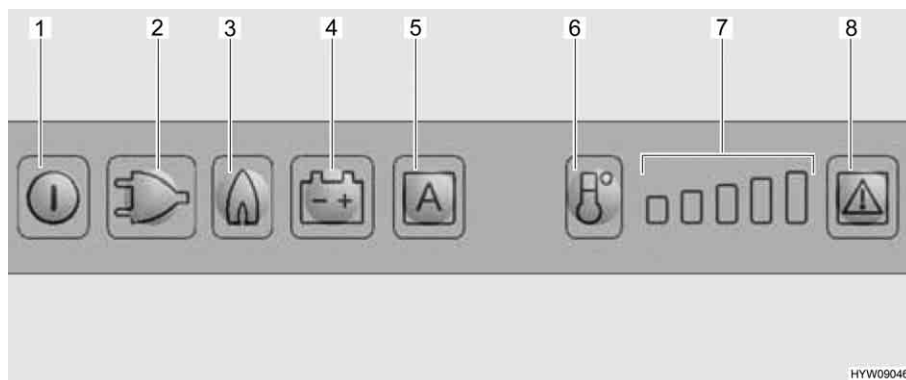

Fig. 156 Elementi di comando del frigorifero
Se è impostata la modalità di funzionamento "AES", la tensione a 230 V **non** è allacciata e il motore del veicolo è **spento**, il sistema AES seleziona il rifornimento di gas. Selezionando il funzionamento a gas, il dispositivo di sicurezza si apre automaticamente, così che il gas possa fluire al bruciatore. Contemporaneamente si inserisce l'accenditore elettronico. Se la fiamma del gas si spegne, p. es. a causa di un colpo di vento, l'accenditore viene subito azionato riaccendendo il gas. In caso di guasto del funzionamento a gas, i tasti luminosi relativi a gas (Fig. 156,3) e guasto (Fig. 156,8) lampeggiano e viene emesso un segnale acustico per 20 secondi.
Dopo l'accensione il frigorifero seleziona automaticamente la regolazione intermedia del termostato. Questa regolazione può essere modificata manualmente tramite il tasto di selezione del livello di temperatura (Fig. 156,6). Le spie di controllo (Fig. 156,7) indicano la temperatura selezionata sul termostato. Il tasto di selezione del livello di temperatura permette di regolare la temperatura di refrigerazione per tutti e tre i tipi di energia. Ci vogliono alcune ore prima che il frigorifero raggiunga la temperatura normale di esercizio. Cambiando la modalità di funzionamento la regolazione del termostato non viene modificata. La temperatura di refrigerazione è indipendente dal tipo di energia utilizzata.
- Premere il tasto On/Off (Fig. 156,1) per circa 2 secondi. Il frigorifero si accende e viene visualizzato l'ultimo tipo di energia impostato, oppure "AES".
- Impostare la temperatura di refrigerazione con il tasto di selezione del livello di temperatura (Fig. 156,6). Le spie di controllo (Fig. 156,7) indicano la temperatura selezionata sul termostato.
- Premere il tasto On/Off (Fig. 156,1) per circa 2 secondi. Il frigorifero si spegne e le indicazioni smettono di lampeggiare.